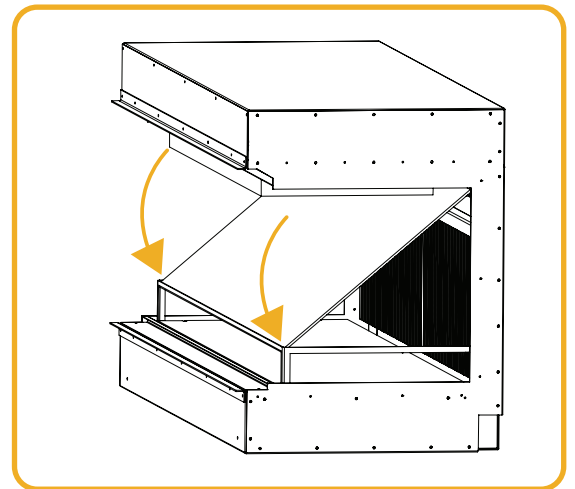

Abb. 9.3 Schritt 3
3. Senken Sie die Unterseite des Effektschiebes in das Profil des Rahmens absenken. Siehe Abbildung 9.3